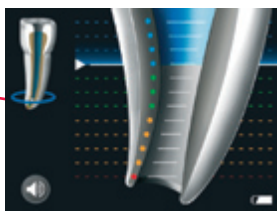

Fig. 1
**1** As barras azuis (ver Fig. 1) representam no ZOOM APICAL a chamada zona de aproximação, isto é, a lima aproxima-se da posição do comprimento de trabalho.